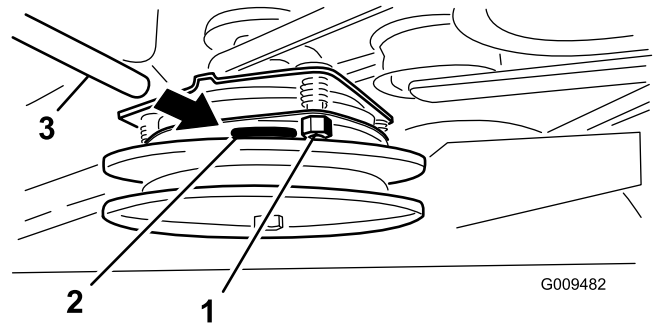

Bild 58
2. Sollte eine Einstellung erforderlich sein, stellen Sie 0,381 mm für jede der drei Einstellungsschlitzpositionen ein. Ziehen Sie die Sicherungsmuttern fest, bis die Fühlerlehre etwas fest sitzt, jedoch leicht bewegt werden kann (Bild 58).